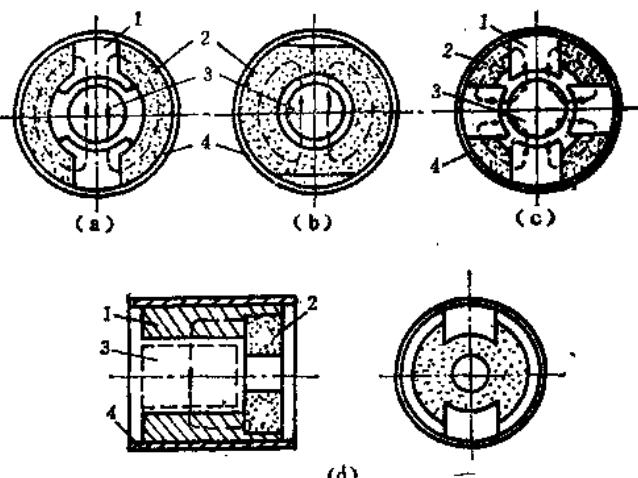

图1-1-12 沿长度方向充磁的磁路系统
②永磁式直流电动机，根据充磁方式的不同，也可分为两种类型。一类是沿磁钢的长度方向充磁，外壳采用不导磁铝合金。这种型式的电动机，其定子和磁路系统有多种，如图1-1-12所示。